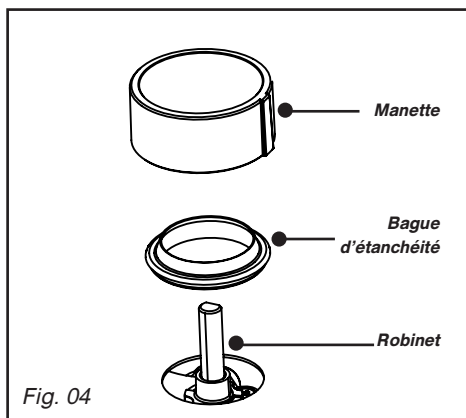

Fig. 04
• **Réglez les ralenti des robinets** : ceux-ci sont situés sous les manettes (Fig. 04).